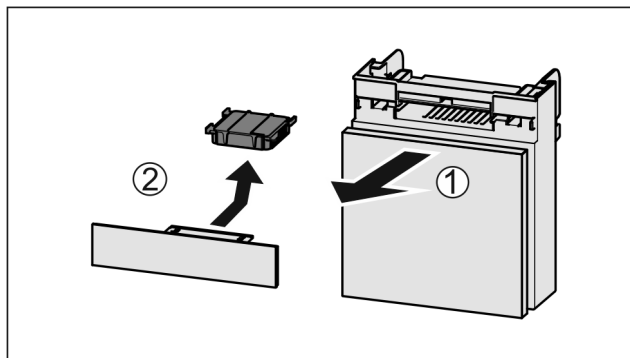

Fig. 166
- ▶ 向前拉出 Fig. 166 (1) 抽屉。
- ▶ 取出 Fig. 166 (2) 活性炭过滤器。